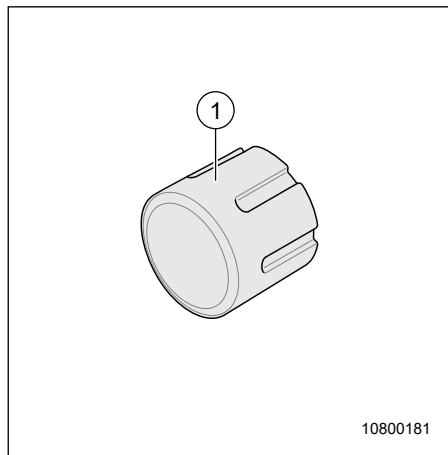

Fig. 80 Verrou rotatif
- Tourner le verrou rotatif (Fig. 80, Pos. 1) pour ouvrir ou fermer la porte.